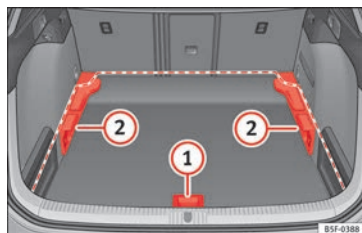
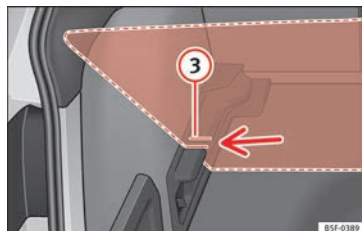

Fig. 160 Piso variable del maletero: posiciones.
Fig. 161 Piso variable del maletero: ranuras inclinadas.
- Levante el piso por el asidero » » » **fig. 160 ①**, tire de él hacia atrás hasta que la parte delantera del piso rebase totalmente los soportes **②**.
- Haga desplazar sobre estos el piso hacia adelante hasta que haga tope en el respaldo de los asientos posteriores y, a continuación, baje el piso con el asidero ①.
- Levante el piso por el asidero »» fig. 160 ①, tire de él hacia atrás hasta que la parte delantera del piso rebasa totalmente los soportes ②.
- Haga coincidir esa parte delantera con las ranuras inferiores de dichos soportes y deslice el piso hacia adelante hasta que haga tope en el respaldo de los asientos posteriores bajando al mismo tiempo el piso con el asidero ①.
- Levante el piso variable por el asidero »» fig. 160 ① y tire de él hacia atrás hasta que la parte delantera del piso rebasa las ranuras inclinadas »» fig. 161 ③.
- Haga pasar el piso por dichas ranuras ayudándose con el asidero ① empujando hasta que se pliegue la parte delantera móvil del piso variable y se apoye sobre el propio piso.
- Levante el piso variable por el asidero »» fig. 160 ① y tire de él hacia atrás un poco.
- Empuje el piso variable hacia los asientos posteriores abatidos con el asidero ① haciendo un poco de presión hacia abajo para que la parte móvil del piso enrase con los respaldos de los asientos posteriores.